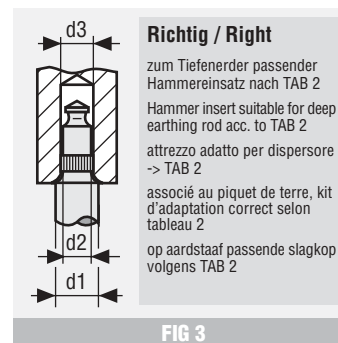

FIG 3
- DEHN-Hammergeinsätze (siehe TAB 2), passend zur Type des Erders und Eintreibhammers. Die Bohrung im Hammergeinsatz darf höchstens 1 mm größer sein als der Zapfdurchmesser des Erders. Eine zu große Bohrung beschädigt Tiefenerder und Hammergeinsatz (siehe FIG. 3 + 4).
- DEHN hammer inserts (see TAB 2), suitable for the type of earth rod and the driving hammer. The borehole in the hammer inert may be max. 1 mm larger than the diameter of the earth rod pivot. A too large borehole damages the deep driving earth rod and the hammer insert (see FIG 3+4)
- attrezzi DEHN adatti per il martello ed il dispersore (vedi TAB 2). Il foro nell'attrezzo deve avere un diametro non superiore ad 1 mm del diametro dello spinotto del giunto. Un foro troppo largo rovina sia l'attrezzo che il dispersore (vedi FIG 3 + 4).
- Kit d'adaptation pour marteau DEHN (voir TAB 2) adapté au type de piquet de terre et au marteau d'enfoncement. Le diamètre de perçage du kit d'adaptation ne devra pas dépasser de plus de 1 mm le diamètre de l'embout cannelé du piquet de terre. Un diamètre de perçage trop important détériore le piquet de terre et le kit d'adaptation (voir fig. 3+4)